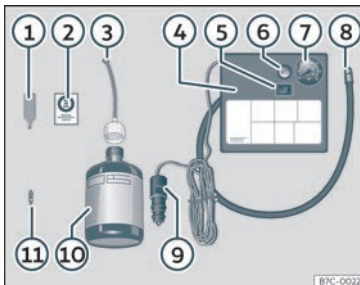

Fig. 38 Rappresentazione standard: contenuto del kit per la riparazione degli pneumatici.
Il kit per la riparazione degli pneumatici si trova nel sottofondo del bagagliaio. Include i seguenti componenti >>> **fig. 38**:
- Svitare il cappuccio e l'elemento di tenuta della valvola del pneumatico. Utilizzare l'apparato >>> **fig. 38** ① per estrarre l'elemento di tenuta. Collocarlo su una superficie pulita.
- Agitare vigorosamente la bomboletta del sigillante per pneumatici >>> **fig. 38** ⑩.
- Avvitare il tubo di gonfiaggio >>> **fig. 38** ③ alla bomboletta del sigillante. La piombatura della bomboletta si rompe automaticamente.
- Rimuovere il tappo del tubo di riempimento >>> **fig. 38** ③ e avvitare l'estremità aperta dal tubo alla valvola dello pneumatico.
- Ricollocare l'elemento di tenuta con l'apparato >>> **fig. 38** ① nella valvola del pneumatico.
- Avvitare il tubo di gonfiaggio dello pneumatico del compressore >>> **fig. 38** ⑧ nella valvola dello pneumatico.
- Verificare che la vite di sfiato dell'aria sia chiusa >>> **fig. 38** ⑥.
- Collegare il connettore >>> **fig. 38** ⑨ a una presa elettrica a 12 V del veicolo >>> pag. 159.
- Collegare il compressore ad aria con l'interruttore ON/OFF >>> **fig. 38** ⑤.
- Incollare l'adesivo >>> **fig. 38** ② sul quadro strumenti, all'interno del campo visivo del conducente.
Riavvitare il tubo di gonfiaggio >>> **fig. 38** ⑤ e controllare la pressione con il manometro ⑥.